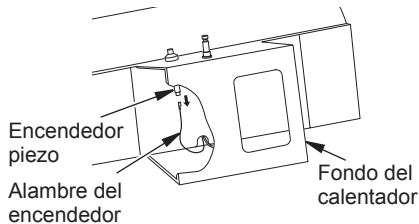

Figura 13. Extracción del cable del ignitor piezo
2. Extraiga el cable negro del ignitor del ignitor piezo. Acceda el cable del ignitor a través del fondo de la base del calentador (consulte la figura 13). Presione el cable hacia arriba a través de la muesca en el panel de relleno.